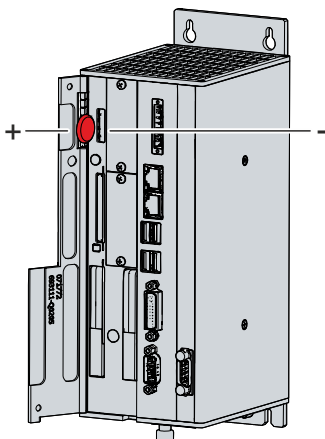

Abb. 25: Batteriewechsel
2. Stecken Sie die neue Batterie per Hand in den PC. Achten Sie dabei auf die richtige Polung. Der Minuspol der Batterie muss zur Spannungsbuchse des Industrie-PCs zeigen (siehe Abb. 25).